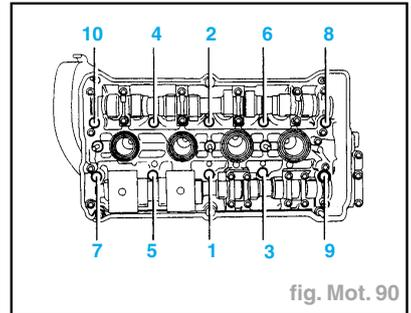

fig. Mot. 90
- Serrer les vis de culasse dans l'ordre indiqué, en procédant comme suit (fig. Mot. 90) :